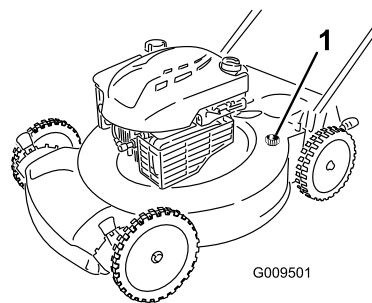

Figure 31
4. Branchez un tuyau d'arrosage, relié à une arrivée d'eau, à l'embout de lavage du carter de la machine (Figure 31).